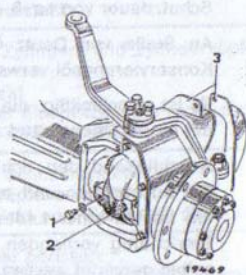

Bild 108
Nach Abnahme der Schutzbleche (3) können die beiden Schrauben (1) und (2) (Bild 108) entfernt und die Kreuzgelenke mit Getriebeöl SAE 90 geschmiert werden. (Alle 300 Betr.-Std.)